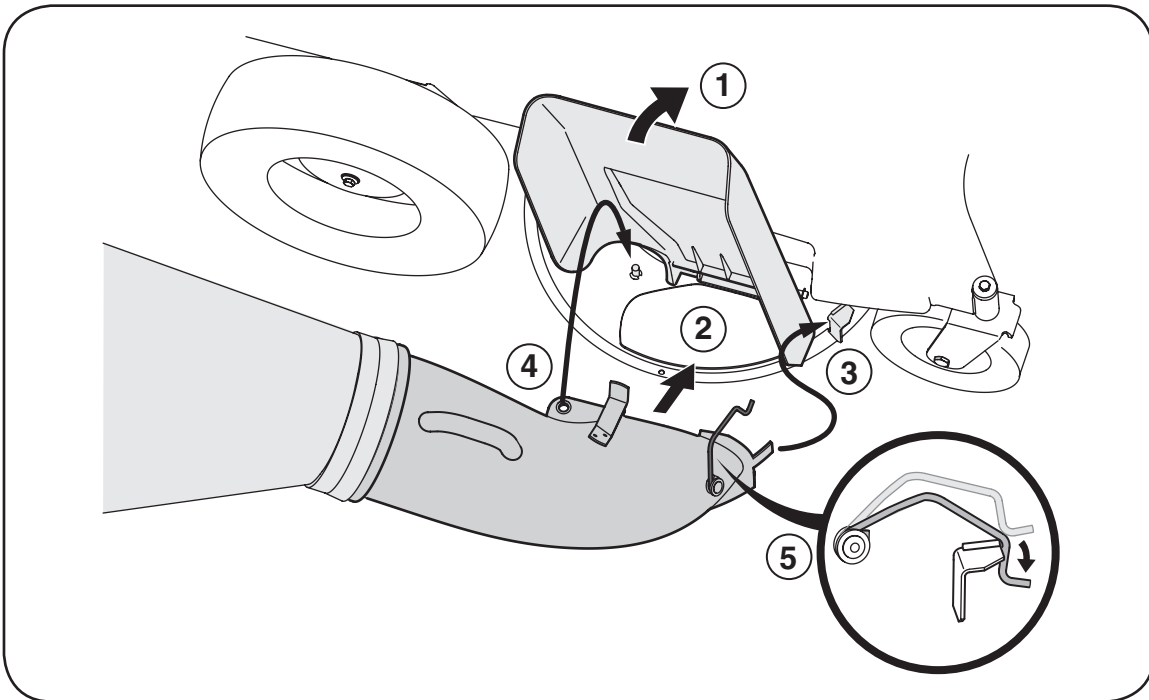

Figura 9
1. Apague el motor y desconecte la bujía. Levante el deflector del canal de la plataforma para atrás hacia el motor, Figura 9.
2. Coloque el borde inferior del conjunto de la bolsa de recolección / canal dentro del borde de la plataforma, Figura 9.
3. Coloque la lengüeta del conjunto de la bolsa de recolección / canal dentro de la ménsula de la plataforma, Figura 9
4. Levante la bolsa de recolección / canal para ubicar el orificio del canal sobre el pasador de la plataforma. La ménsula del canal sostendrá el deflector del canal en posición vertical, Figura 9
5. Pase el sujetador sobre la ménsula de la plataforma, Figura 9.